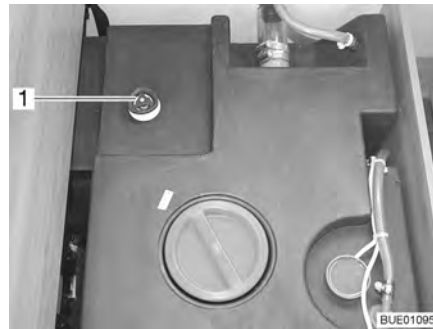

Fig. 168 Depósito de agua con tirador giratorio
- Girar el tirador giratorio (Fig. 168,1) del depósito de agua en sentido contrario a las agujas del reloj sobrepasando la resistencia, para abrir el orificio de salida completamente.